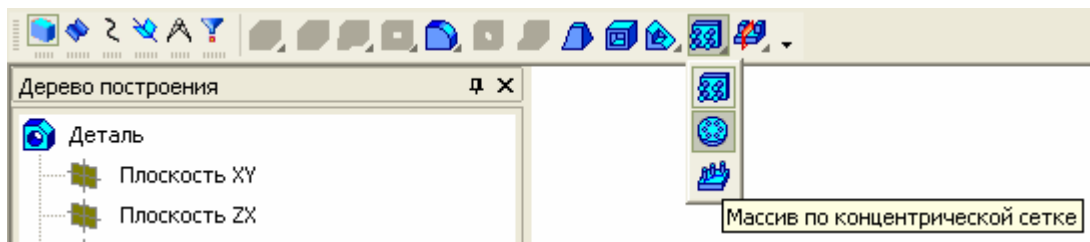
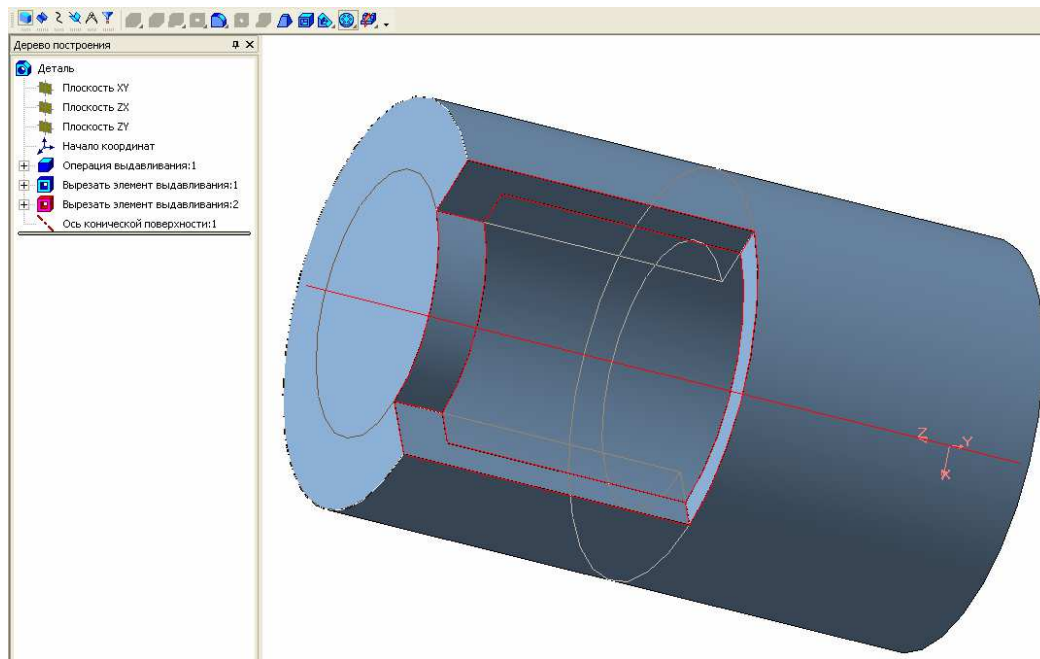
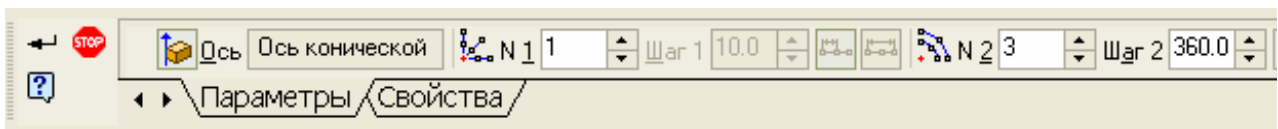

Рис. 68 – Параметры копии по концентричной сітці
Рис. 69 – Вибирання елементів
Рис. 70 – Параметры массиву
4.11 Створіть копію по концентричній сітці (див. рис. 68) і вибираючи у дереві побудови рядки «*Ось конической поверхности*» і «*Вырезать элемент выдавливания:2*» (рис. 69), заповніть усі поля відповідно до рис. 70